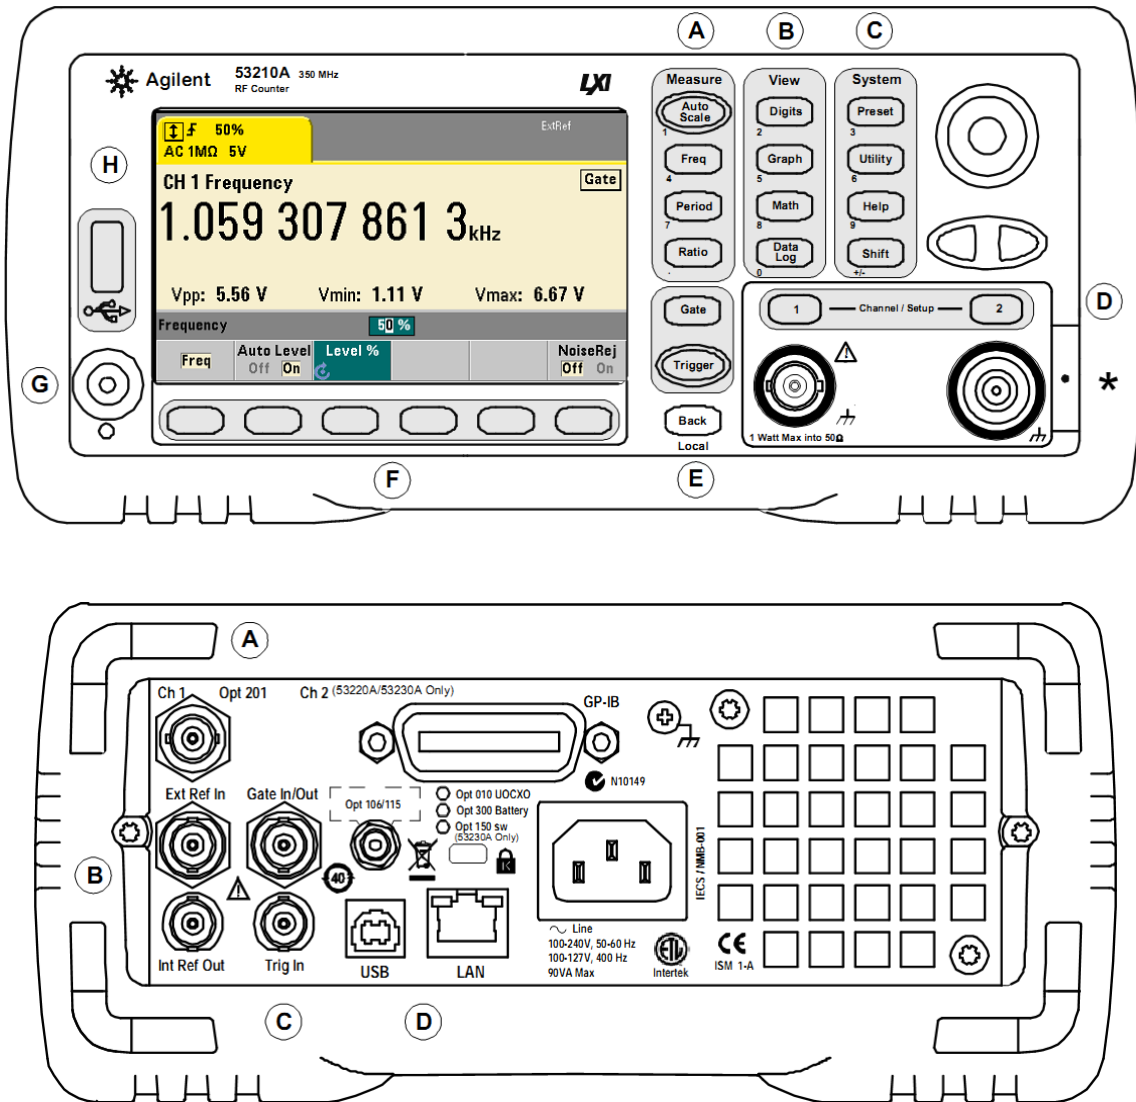

Рис. 1-1 Универсальный частотомер-таймер 53210A
На рис. 1-1 показан внешний вид передней и задней панели частотомера Agilent 53210A.
Серым фоном на рис. 1-1 выделены группы клавиш, выполняющих сходные функции. Ниже кратко описаны эти группы.
- Д. Клавиши выбора каналов** – служат для выбора входных каналов и вывода на дисплей меню функциональных клавиш, которое используется для конфигурирования тракта входного сигнала. Обратите внимание на то, что на рис. 1-1 показан соединитель канала 3 (опция 106 / 115). Конфигурирование сигнального тракта описано в главе 4.
Задняя панель прибора 53210A, показанная на рис. 1-1, содержит приборную опцию 201 (параллельный вход на задней панели) и интерфейс GPIB (опция 400). Ниже вкратце описаны соединители на задней панели.